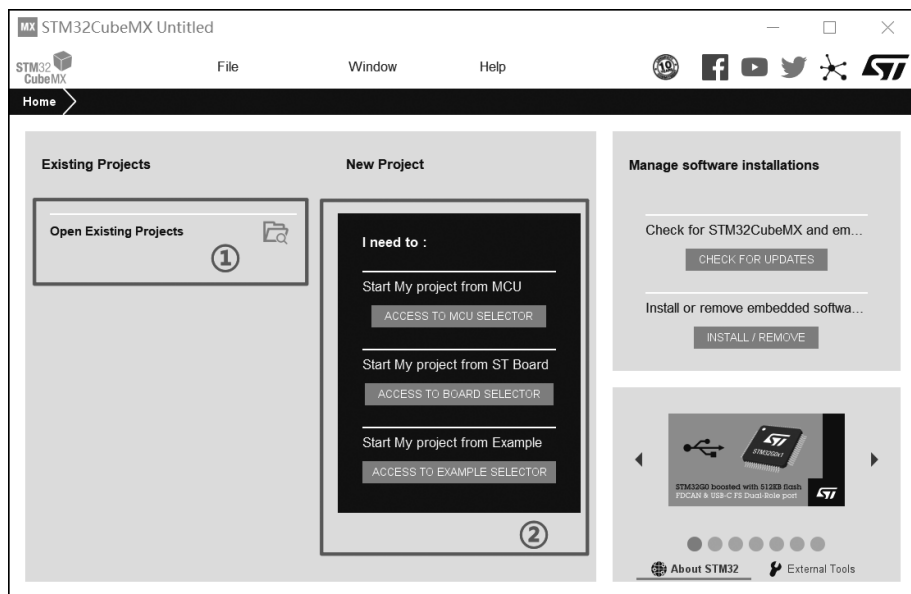

图 3-6 STM32CubeMX 主界面
启动 STM32CubeMX 软件,主界面如图 3-6 所示,图中①处打开现有的工程,图中②处创建新的工程。